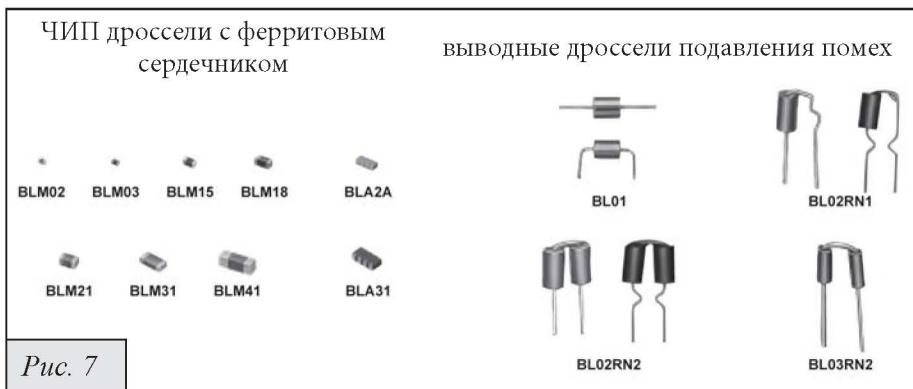

Рис. 7
1) Индуктивности (Chip Ferrite Beads) (рис.7)